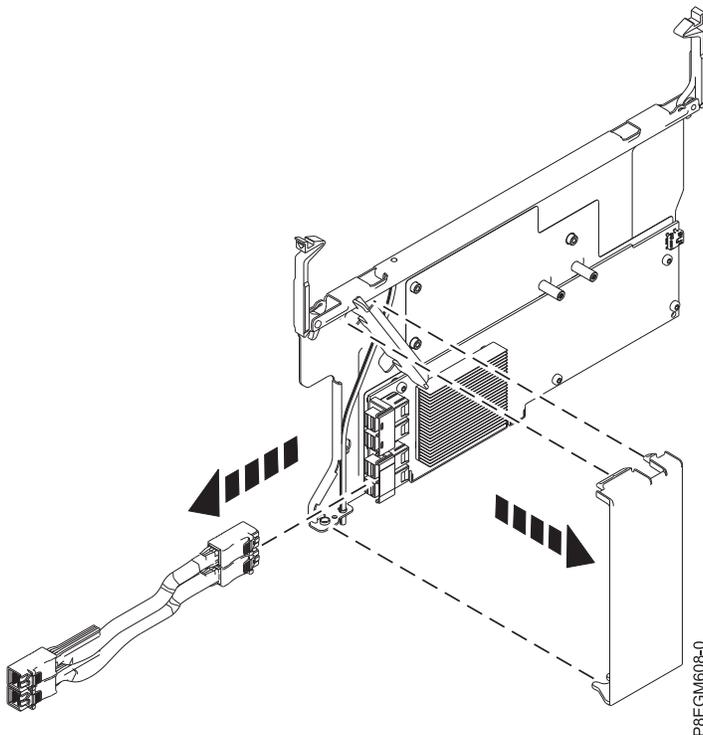

Abbildung 14. Luftstromabdeckung ausbauen
7. Wenn Sie den internen SAS-RAID-Adapter von Steckplatz P1-C15 ausbauen, bauen Sie auch die Luftstromabdeckung des Adapters aus. Drücken Sie zunächst den oberen Teil der Abdeckung nach unten und heben Sie anschließend die Unterseite der Abdeckung aus der Bohrung im Gehäuse des internen SAS-RAID-Adapters. Legen Sie die Abdeckung zur Wiederverwendung für den Ersatzadapter beiseite. Siehe Abb. 14 auf Seite 18.